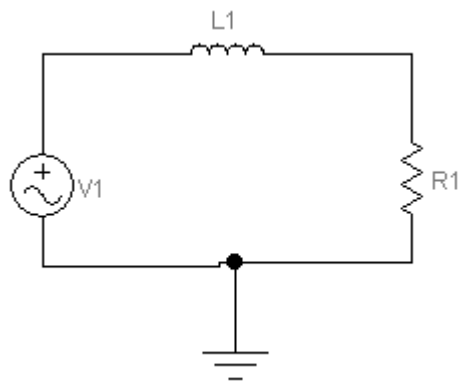

Рис. 33. Схема електричного кола
2.1.2. Перенесіть необхідні елементи на робочу область **Electronics Workbench**. Приклад виконання схеми показаний на *рис.33*.